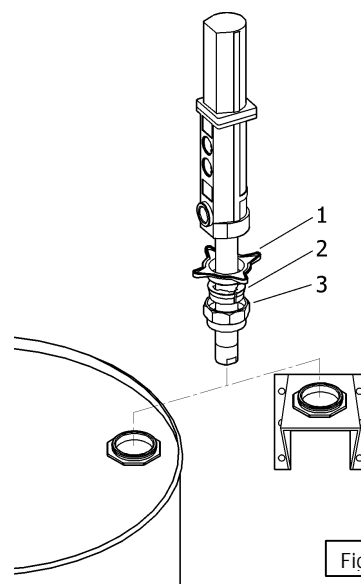

Fig. 2
These pumps can be mounted directly on drums or on a wall bracket fitted with a 2" bung (Fig 2). Loose the star nut (1) of the bung adaptor to remove the inferior nut (3), and screw this into the 2" bung opening of the drum or bracket. Place the star nut (1) and the split collar (2) on the suction tube. Lower the pump through the opening and fasten the assemble at the desired height by tightening the star nut (1).
Las bombas pueden ser montadas directamente sobre bidones o sobre un soporte mural que dispongan de rosca 2" BSP H (Fig. 2). Afloje la tuerca en estrella (1) del adaptador para extraer la parte inferior del mismo (2) y rosclarla en el brocal de 2" del bidón o del soporte. Coloque la tuerca en estrella (1) y la mordaza (2) del adaptador en el tubo, introduzca la bomba por el brocal y apriete el conjunto a la altura deseada.
Les pompes peuvent être installées directement sur fût ou sur un support mural muni d'un raccord 2" BSP (F) (Voir Fig.2). Desserrer le raccord en étoile (1) de l'adaptateur pour extraire la partie inférieure de ce dernier (2) et la fixer à l'orifice 2" du fût ou du support. Placer le raccord en étoile (1) ainsi que le mordant (2) de l'adaptateur dans le tube et introduire la pompe par l'orifice du fût ou du support en serrant l'ensemble des éléments à la hauteur désirée.